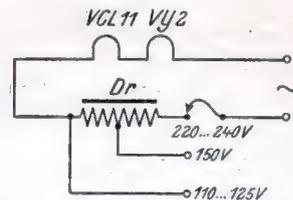

Bild 2. Die umschaltbare Drossel im Heizkreis für verschiedene Netzspannungen.
Links: Bild 2. Innenansicht des Empfängers.
Der mit einer Drossel bestückte Heizkreis für den DKE ist aus Bild 2 ersichtlich. Der Vorteil der Drossel gegenüber einem Kondensator besteht darin, daß sie für alle Spannungen verwendbar ist. Während bei 220 Volt die gesamte Drossel angeschlossen bleibt, ist bei einer Spannung von 150 Volt nur eine Anzapfung notwendig, die den Blindwiderstand entsprechend der niedrigeren Spannung herabsetzt. Nach Gleichung (4) bedeutet das auch, daß mit abnehmender Netzspannung die Induktivität kleiner wird. Bei der Verwendung eines Kondensators sind die Größenverhältnisse gerade umgekehrt. Aus der Formel $C = \frac{1}{\omega \cdot X_C}$ ist zu ersehen, daß der Kondensator einen um so größeren Kapazitätswert erreicht, je kleiner der Blindwiderstand sein muß. Beim DKE wäre z. B. für eine Netzspannung von 150 Volt ein Kondensator
Bild 2. Dasselbe Gerät (mit Hf-, Misch-, Zf-, 2 Zf-, Gleichrichter-, Nf-, Endstufe, und Zf-Überlagerer für Telegraphieempfang, der selbstverständlich weggelassen werden kann) im Querschnitt. Man beachte die gute Zugänglichkeit der Trimmer und Spulenkern durch die Löcher im Gehäuseboden. Der Netzteil wird gesondert mit den Lautsprechern neben das Gestell gesetzt.
Der stets im Betriebe fließende „Reststrom“ des Elektrolytkondensators, der auf das Auftreten einer sogenannten „kalten Emission“ vom (negativen) Elektrolyten zum positiven Pol beruht, hat die gleiche Wirkung wie ein parallel zum Kondensator geschalteter Widerstand, so daß man sich den Elektrolytkondensator so vorstellen kann, wie es in Bild 2 gezeichnet ist. Mit C ist die Kapazität, mit r der Parallelwiderstand und mit R der Serienwiderstand bezeichnet. Bei guten Elektrolytkondensatoren treten höchstens Restströme von 0,01 bzw. 0,15 bzw. 0,25 mA je Mikrofarad Kapazität bei Betriebsspannungen von 15, 300 bzw. 500 V auf. Der Widerstand r liegt also (Ohmsches Gesetz) in der Größenordnung von 1,5 bis 2 MΩ, bezogen auf je 1 µF (bei größeren Kapazitäten entsprechend niedriger, also bei 10 µF z. B. bei 0,15 bis 0,2 MΩ). Man kann diese „Undichtigkeiten“ des Elektrolytkondensators nicht vermeiden, auf seine Wirkung als Sieb- oder Ladekondensator hat sie praktisch keinerlei Einfluß, erst recht nicht bei der Parallelschaltung eines Elektrolytkondensators großer Kapazität zu einem niederohmigen Kathodenwiderstand oder dgl.